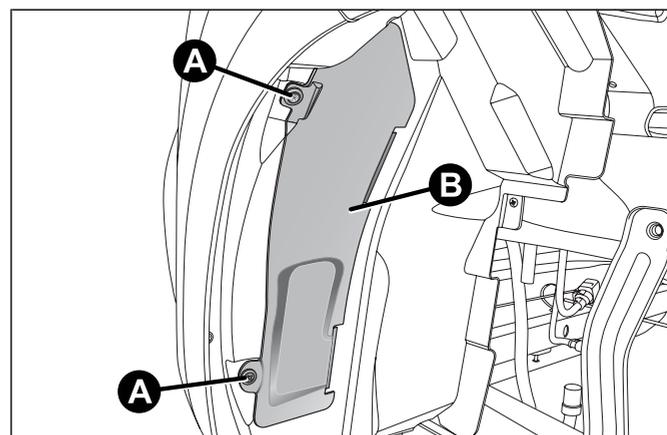

fig. 128
- agir sur les vis A fig. 128 et enlever le volet B ;